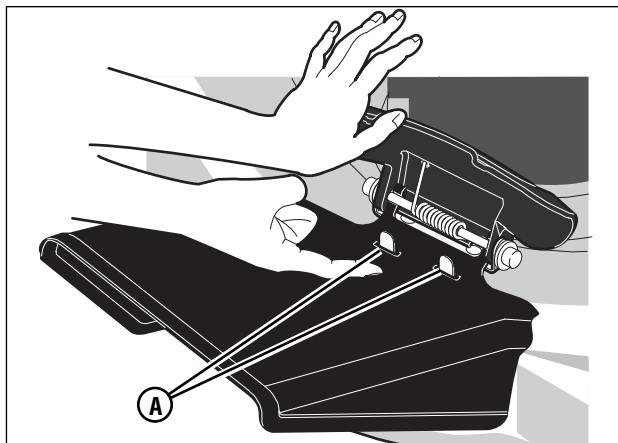

Figura 9: Lengüetas de enganche del deflector de descarga lateral
3. Baje el deflector lateral. Verifique que la lengüeta de enganche (**A**, **Figura 9**) atraviesa la ranura en el deflector lateral.